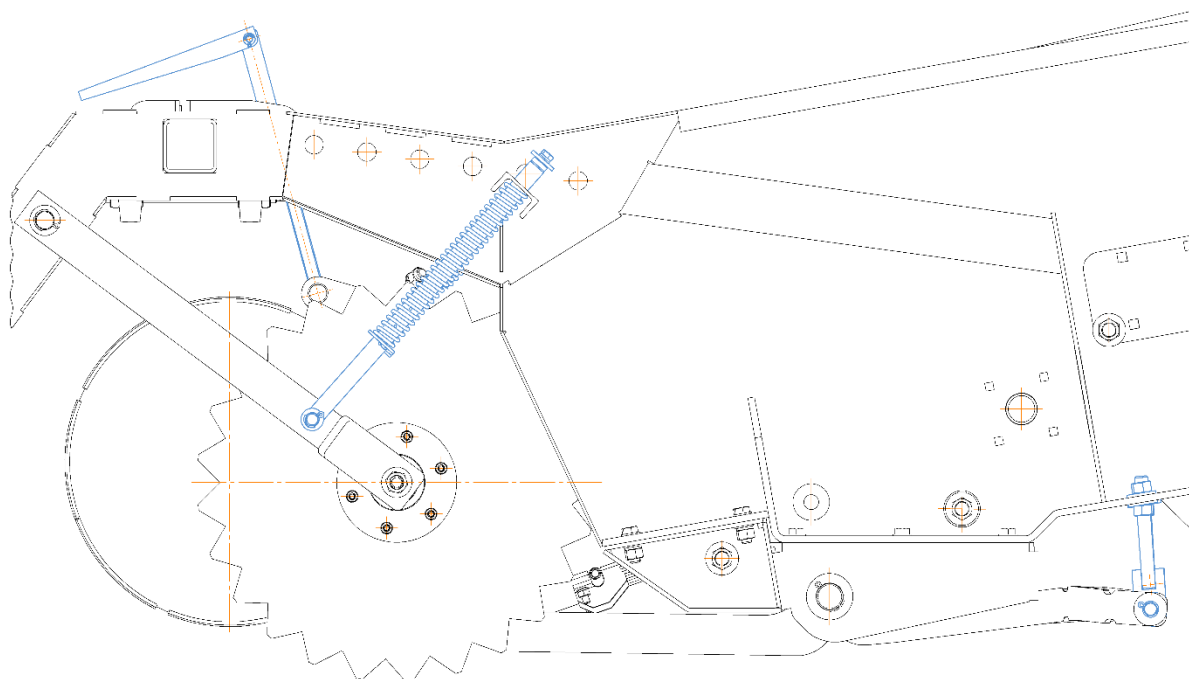

Рис. 4
2. При первом заезде, регулируется глубина хода лемехов, усилие подрезание ботвы и прижимание гребневого катка, см. рис. 4.